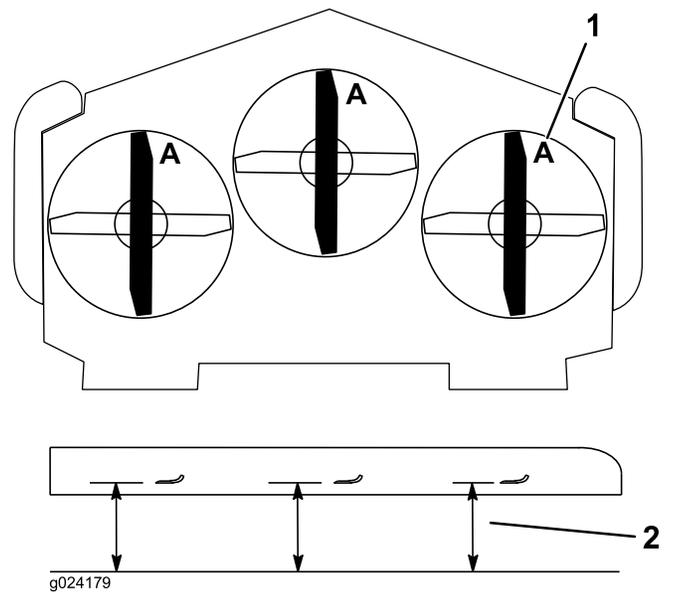

Figure 97
3. Tournez les lames dans le sens longitudinal (Figure 97).
4. Mesurez la distance entre la surface plane et le tranchant (position A) des lames (Figure 97).